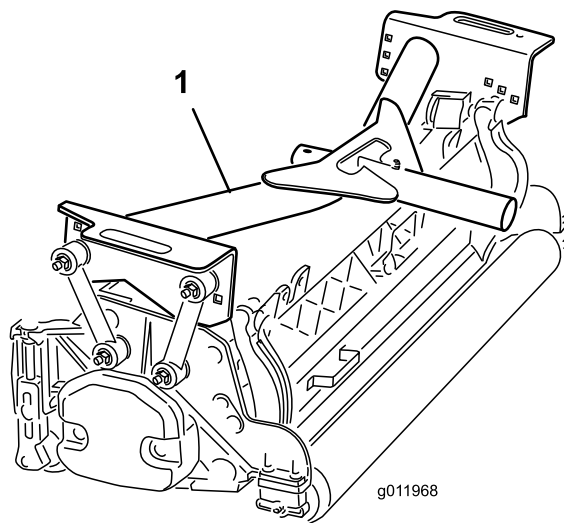

図 16
- 前キャリア・フレーム(図 16)を各前カッティングユニットに載せる。